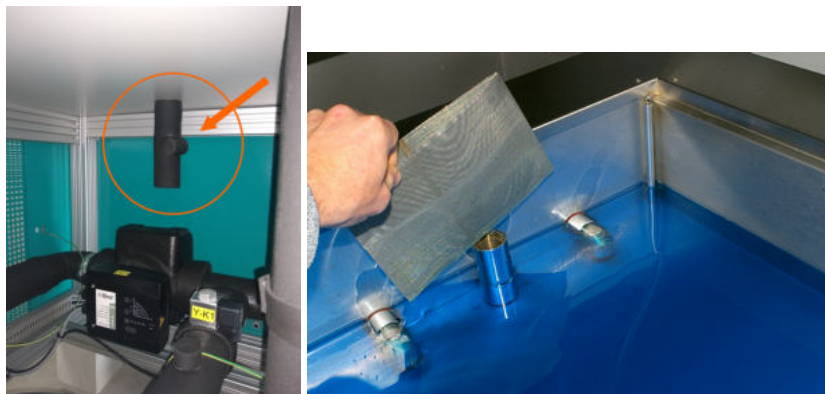

Abbildung 45: Ablasshahn unterhalb der Wanne zum Ablassen der Wärmeträgerflüssigkeit (links) und Überlaufstützen in der Wanne (rechts).
- Entfernen Sie den Stopfen aus Isoliermaterial unterhalb des Ablasshahns unter der Wanne (Abb. 45 (links)). Die komplette Hahnisolierung muss dabei nicht entfernt werden.
- Entfernen Sie den Filter um den Überlauf in der Prüfwanne (Abb. 45, (rechts)).